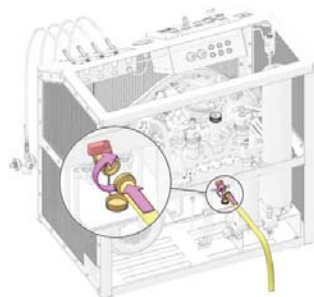

Рисунок 32 – установка шланга слива масла
- открутить масляную пробку на кране слива масла (рисунок 32);